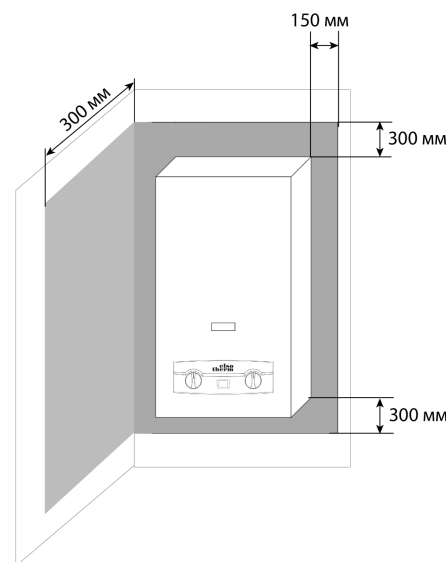

Рисунок 8. Установка аппарата на стене
5.2.7 Перед установкой аппарата на стену из трудновоспламеняемого материала необходимо предварительно установить огнеупорную плиту. Огнеупорная плита должна выступать за габариты корпуса аппарата не менее чем на 150 мм с каждой стороны и не менее 300 мм сверху и снизу (см. рис.8). Расстояние от боковых поверхностей аппарата до трудновоспламеняемых стен без применения огнеупорных плит должно быть не менее 250 мм. При уменьшении указанного расстояния до 150 мм необходимо установить огнеупорные плиты на стены. При установке аппарата на несгораемых стенах устройство изоляции не требуется.